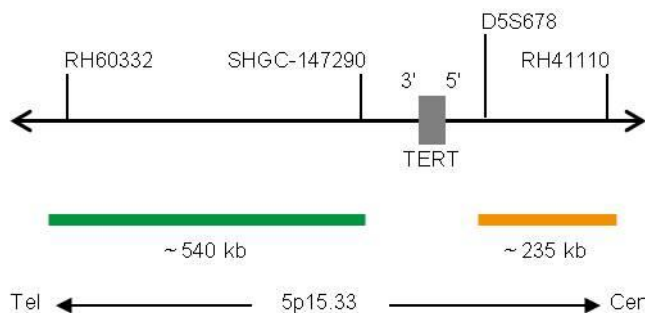

Fig. 1: SPEC TERT Mappa della sonda (non in scala)
- Polinucleotidi (~10 ng/μl) marcati con ZyGreen (eccitazione 503 nm/emissione 528 nm), le cui sequenze target mappano 5p15.33* (chr5:620,184-1,161,456) distali al punto di rottura di TERT (vedere Fig. 1).
- Polinucleotidi (~4.5 ng/μl) marcati con ZyOrange (eccitazione 547 nm/emissione 572 nm), le cui sequenze target mappano in 5p15.33* (chr5:1,353,007-1,588,209) prossimali al punto di rottura di TERT (vedere Fig. 1).